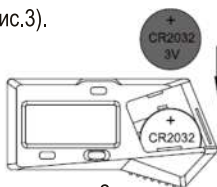

рис.2
- Вставьте батарею CR2032 в аккумуляторный отсек, положительная сторона батареи (+) должна быть обращена наружу (рис.2).